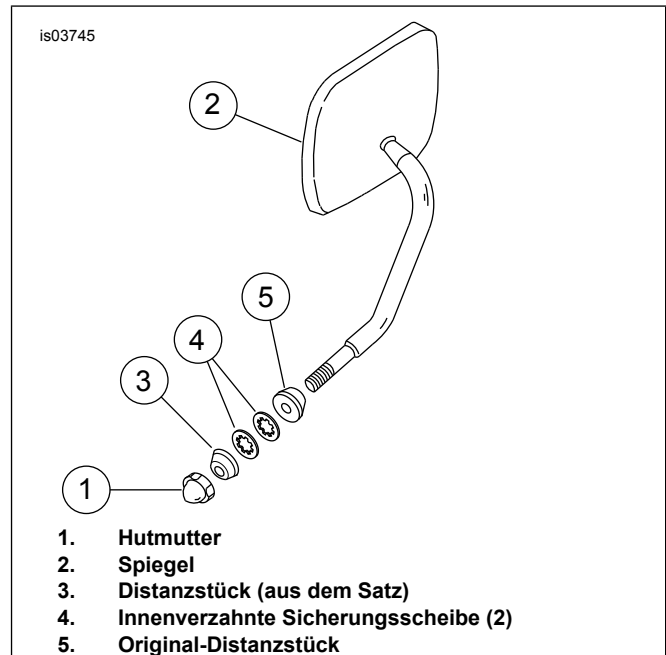
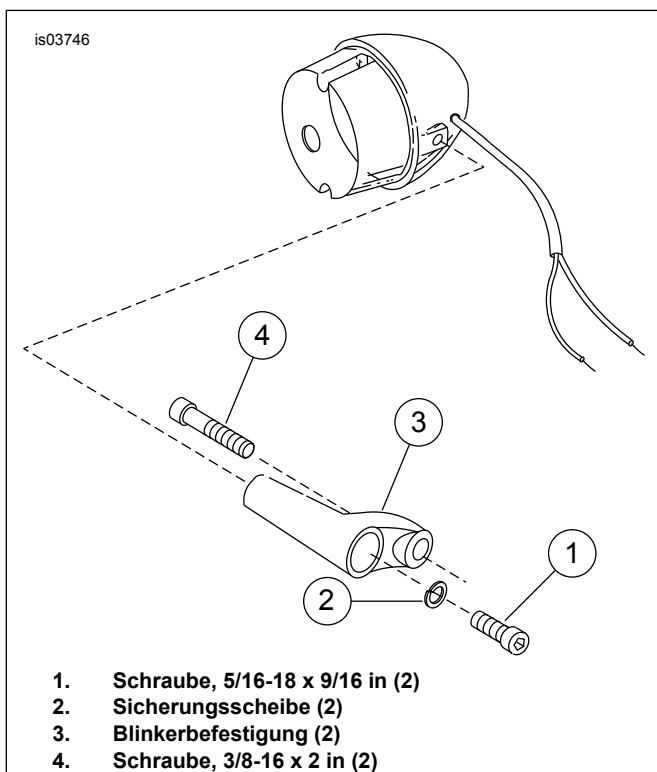

Abbildung 1. Befestigung des Spiegels
Abbildung 2. Anbau der Blinkerbefestigung
3. Wenn der Blinker auf der oberen Gabelhalterung montiert ist, die Tauchrohr-Klemmschraube von der rechten Seite der oberen Gabelhalterung abnehmen. (Dies ist die Schraube, die den rechten Blinker befestigt.) Siehe Abbildung 1. Wenn der Blinker auf dem Spiegel montiert ist, den Blinker und die Befestigungsteile abnehmen. Die innenverzahnten Sicherungsscheiben (4) und das Distanzstück (5) aufbewahren.
4. Mit der Hutmutter aus dem Satz den rechten Spiegel befestigen. Wenn das Gewinde in der Hutmutter bereits vor dem Festziehen anstößt, das zweite Distanzstück (3) aus dem Satz an der dargestellten Position einsetzen.
Wenn der Blinker auf der oberen Gabelhalterung montiert ist, Schritt 6 durchführen. Wenn der Blinker auf dem Spiegel montiert ist, gemäß Abbildung 2 die Blinkerbefestigung montieren und dann Schritt 6 durchführen, jedoch zur Befestigung des Blinkers die 3/8-16 x 2,0-in-Schrauben aus dem Satz verwenden. Hinweis auf die Klemmschraube der oberen Halterung nicht beachten.
7. Zum Versetzen des linken Blinkers Schritte 1 bis 6 wiederholen. Siehe Abbildung 1. Zum Einbau des Spiegels originale Hutmutter und innenverzahnte Sicherungsscheibe verwenden.
*Wenn der Blinker auf der oberen Gabelhalterung montiert ist, Schritt 7 durchführen. Wenn der Blinker auf dem Spiegel montiert ist, gemäß Abbildung 2 die Blinkerbefestigung montieren und danach Schritt 7 durchführen, jedoch zur Befestigung des Blinkers die 3/8-16 x 2-in-Schrauben aus dem Satz verwenden. Hinweis auf die Klemmschraube der oberen Halterung nicht beachten. Siehe Abbildung 1. Mit der Hutmutter aus dem Satz den rechten Spiegel befestigen. Wenn das Gewinde in der Hutmutter bereits vor dem Festziehen anstößt, das zweite Distanzstück (3) aus dem Satz an der dargestellten Position einsetzen.*